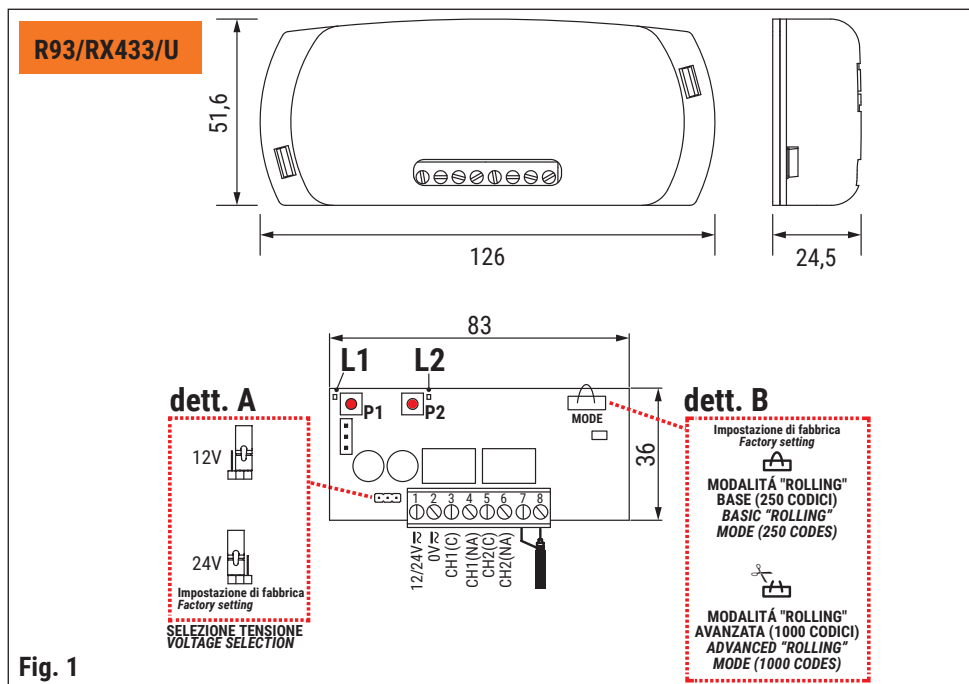

Fig. 1
1. Per **H93/RX433/I**: inserire il ricevitore nel connettore dedicato sulla centrale e dare alimentazione. Per **R93/RX433/U**: collegare l'alimentazione ai morsetti 1 e 2 (fig.1, dett.A)
La modalità base per la gestione dei codici "rolling" è quella standard di fabbrica, col ponticello MODE (fig.1) non tagliato.